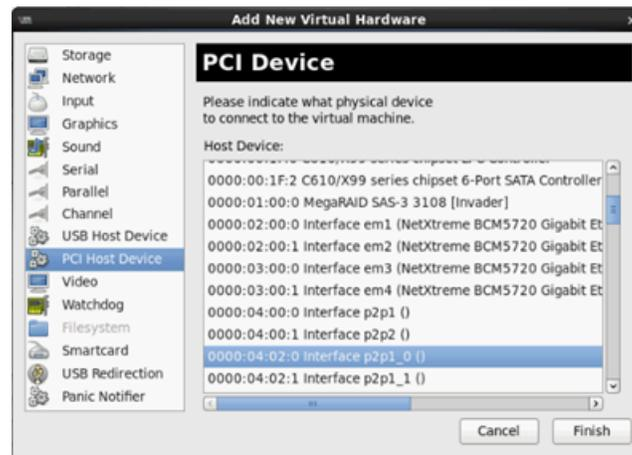

Abbildung 11-14. Neue virtuelle Hardware hinzufügen
- b. Klicken Sie im linken Fenster des Dialogfelds „Add New Virtual Hardware“ (Neue virtuelle Hardware hinzufügen) (Abbildung 11-14) auf **PCI Host Device** (PCI-Host-Gerät).